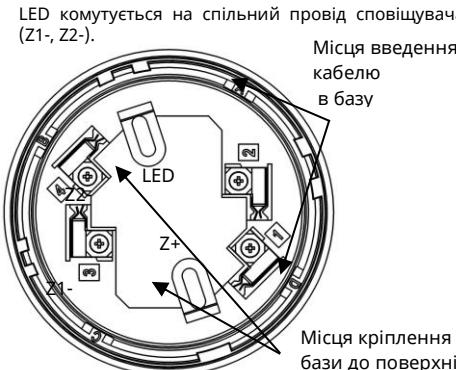
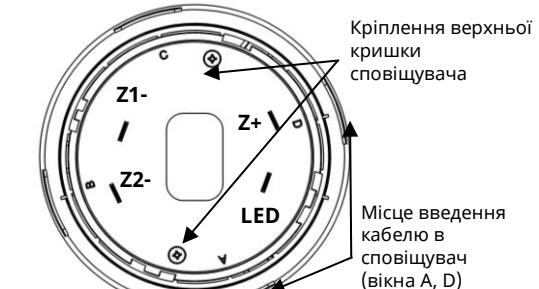

Рисунок 1 – Розташування клем на базі сповіщувача
Рисунок 2 – Вигляд сповіщувача з боку контактів
- 2) встановити базу на рівній поверхні, прикріпити шурупами або гвинтами згідно рис. 2, після затягування яких база не повинна бути деформована;
- 3) закріпити дроти ШС в гвинтових клемах бази згідно з рис. 1 і таблиці 1. В базі сповіщувача чотири клеми;
4.5 Для випадків, коли кабель всередину бази заводять збоку, в самій базі та в кришці сповіщувача передбачена вікна, за потреби в яких вирізають отвори. Ці вікна промарковані літерами «A», «B», «C», «D» (рис.1, рис.2).